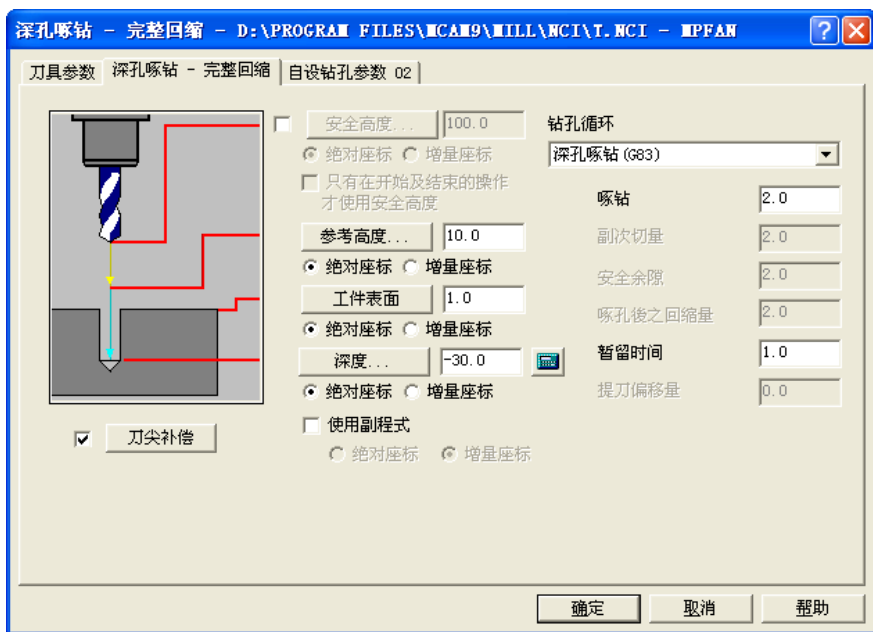

图 5-5 钻孔参数
1) 从刀库中选择  $\phi 10$  钻头，单击鼠标右键，弹出“定义刀具”对话框，将其直径改为 9.5，其余默认退出。在“刀具参数”选项卡中输入进给率：100、主轴转速：1200，冷却液：喷油，图形选择  $3 \times \phi 10$  孔，选择“深孔啄钻—完整回缩”，输入工件表面：1.0、深度：-30.0，勾选“刀尖补偿”，其余参数默认，如图 5-5 所示。